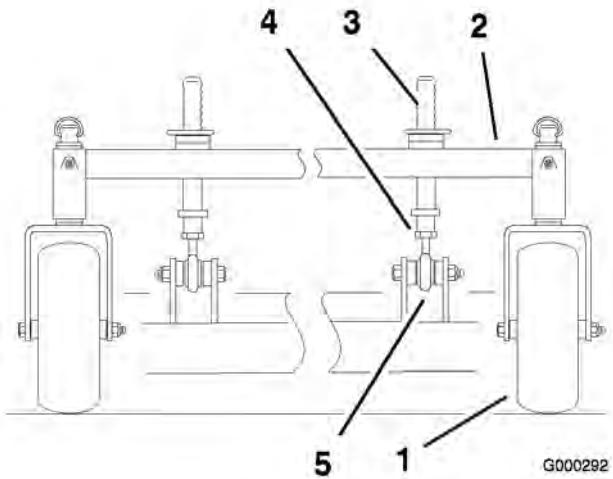

Figura 66
- Para cambiar la inclinación longitudinal, pueden ajustarse los pilares delanteros de altura de corte (Figura 66).
2. Para elevar la parte delantera de la plataforma, afloje la contratuerca y haga girar el pilar delantero en el sentido de las agujas del reloj (Figura 66).
3. Para bajar la parte delantera de la plataforma, afloje la contratuerca y haga girar el pilar delantero en el sentido contrario de las agujas del reloj (Figura 66).
6. Apriete las contratuercas (Figura 66).